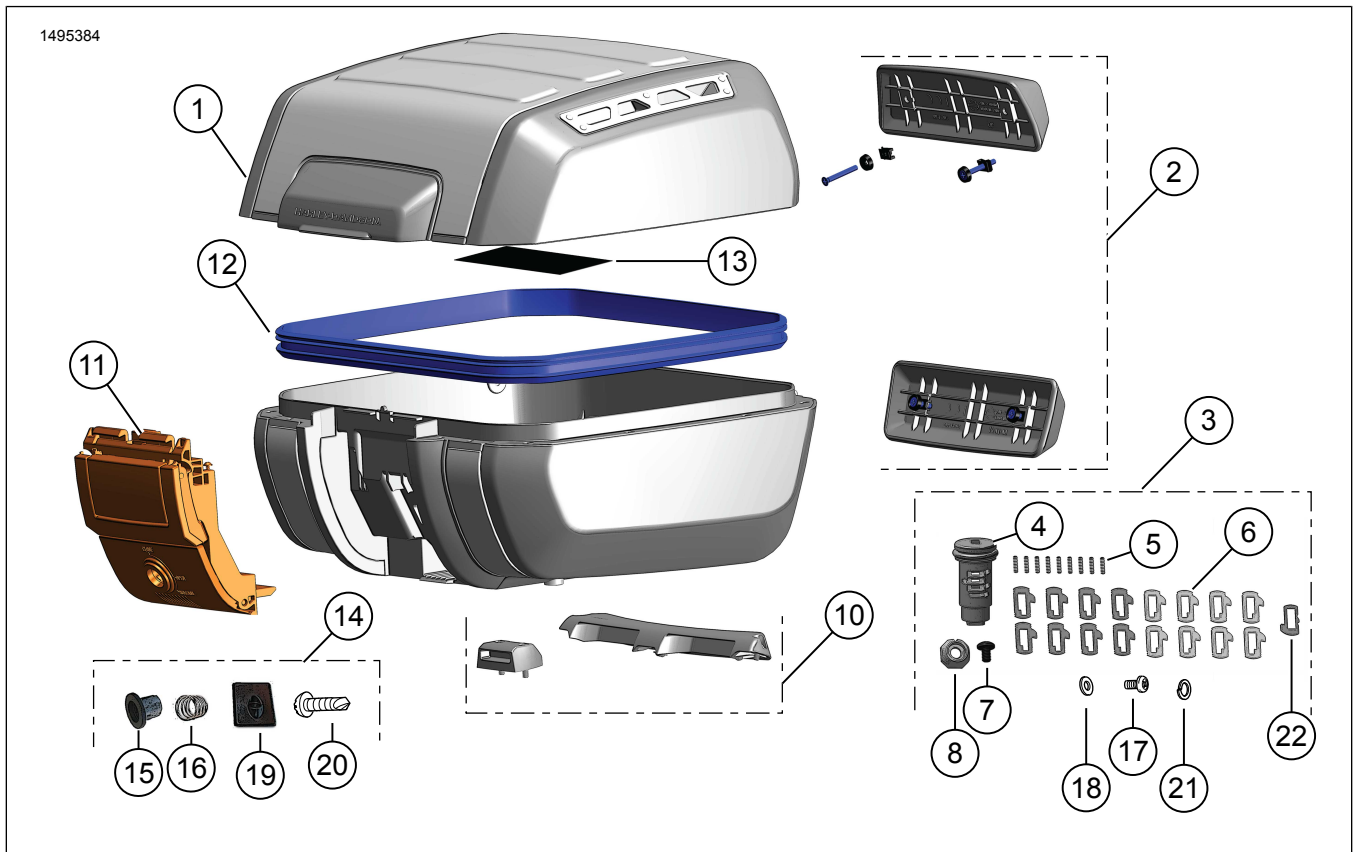
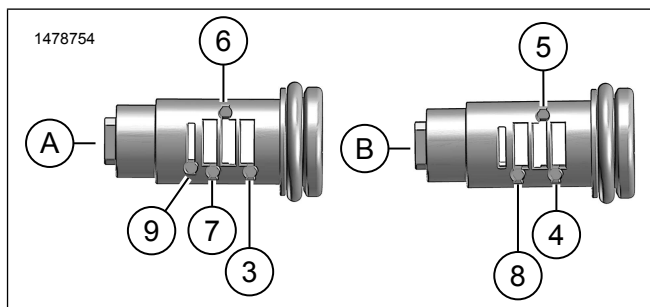

Figure 1. Mga Nilalaman ng Kit: Natatanggal na Top Case
Figure 4. Mga Lokasyong Pagkakabit ng Spring at Tumbler (Tipikal)
5. Figure 4 Ikabit ang mga tumbler spring (5), tingnan ang Figure 1, sa mga butas sa istasyon 3,6 at 7 sa panig (A) ng cylinder sub-assembly.
6. Figure 4 Ikabit ang mga tumbler (6), tingnan ang Figure 1, #11-14 sa istasyon 3,6 at 7 kada numero ng tumble na tinukoy sa Talahanayan 3.
7. Figure 4 Ikabit ang mga tumbler spring (5), tingnan ang Figure 1, sa mga butas sa istasyon 4,5 at 8 sa panig (B) ng cylinder sub-assembly.
8. Figure 4 Ikabit ang mga tumbler (6), tingnan ang Figure 1, #21-24 sa istasyon 4,5 at 8 kada numero ng tumble na tinukoy sa Talahanayan 3.